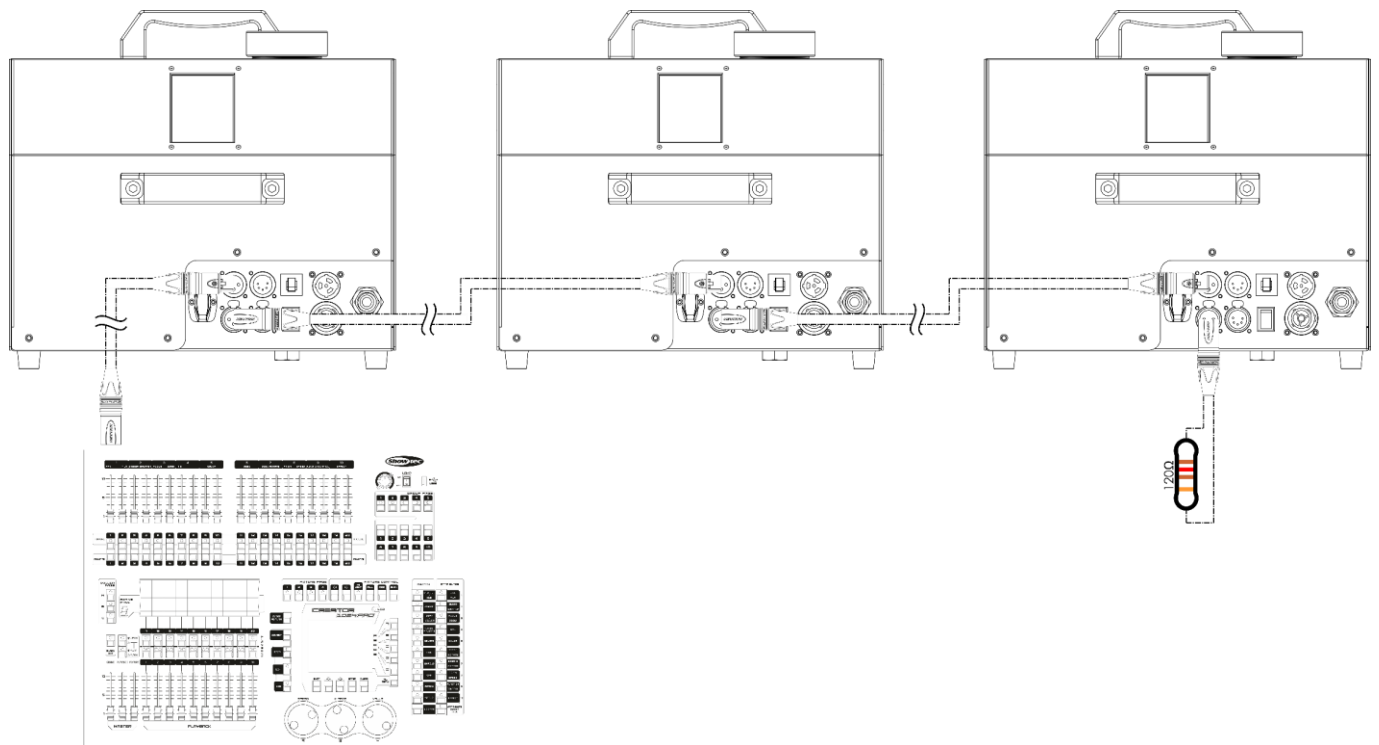

Fig. 04
- 04) Conecte las unidades entre ellas como se indica en la Fig. 04. Conecte un cable de señal DMX que vaya desde el conector DMX Output (salida) de la primera unidad al conector DMX Input (entrada) de la segunda unidad. Repita este proceso para interconectar las unidades segunda, tercera y cuarta.